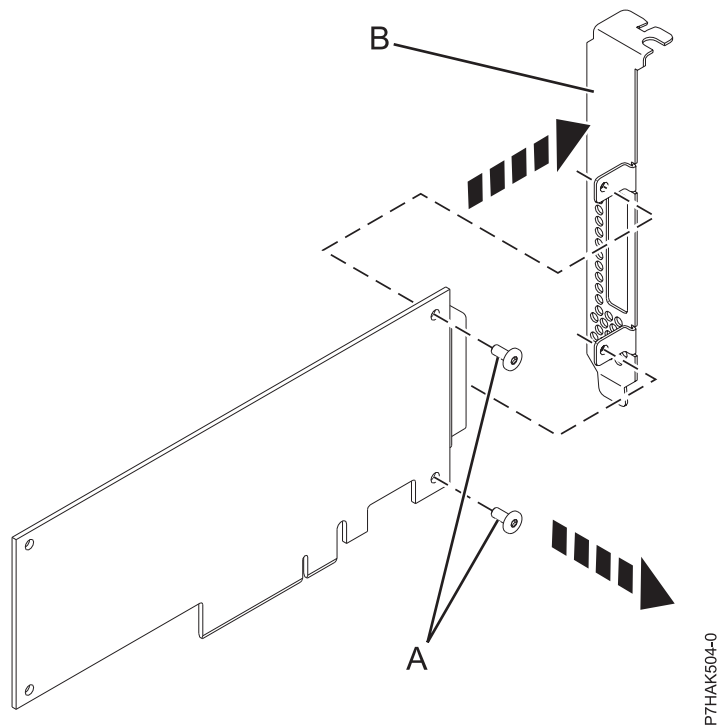

Figura 38. Extracció de la contrapunta de perfil alt d'un adaptador PCIe nou
8. Fent servir un tornavís Phillips, traieu els dos cargols de subjecció (A) que subjecten la contrapunta de perfil alt (B) a l'adaptador PCIe nou, com es mostra a la Figura 38 a la pàgina 62.